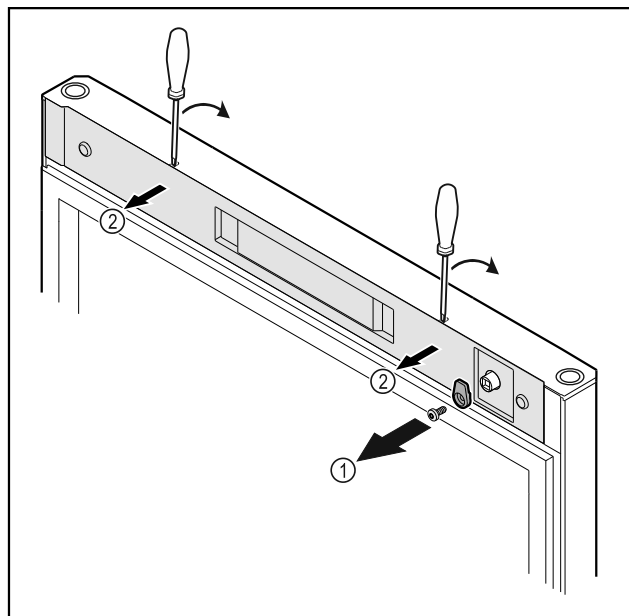

Fig. 19
- Odkręcić haczyk zamykający Fig. 19 (1).
- Osłonkę Fig. 19 (2) podważyć małym śrubokrętem i zdjąć.